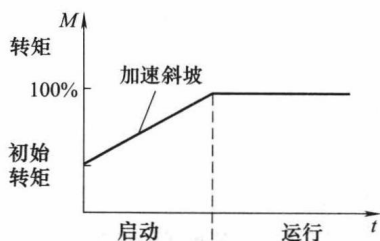

图 1-3 软启动器的启动特性曲线
① 自检功能。软启动器通电后，系统内部进行自检，如果有故障则立即告警。
② 额定电流设定。电动机额定电流应为软启动器额定电流的 70%~100%。一旦软启动器的额定电流确定，也同时设定了电子过载保护器的跳闸等级。
③ 软启动功能。接到启动命令，软启动器自动进入启动程序，在规定的时间内（一般为 0.5~60s 可调）输出一个呈线性上升的电压给电动机。其初始电压即为电动机的启动电压。初始电压一般设定为 10%~60% 的电动机额定电压；终止电压为电动机的额定电压。在启动操作前，启动电压的大小、上升时间等参数均可预先设定。对电动机的转矩可在 5%~90% 的锁定转矩值之间调节。软启动器的启动特性曲线如图 1-3 所示。